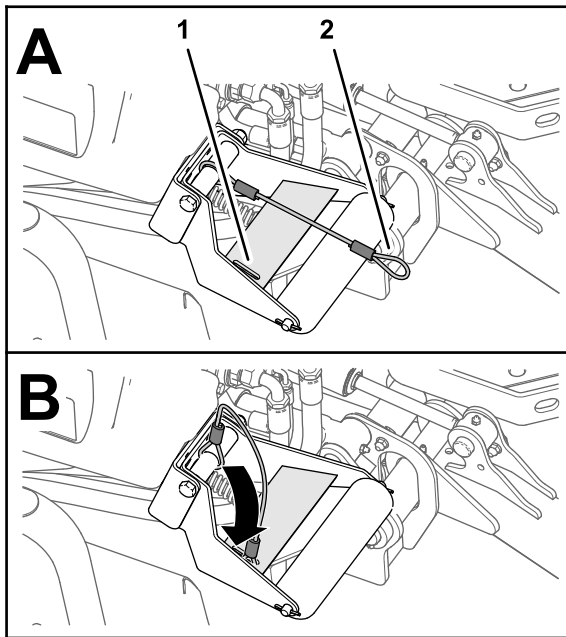

Figure 67
4. Les unités de coupe étant abaissées, enfilez la boucle du cordon dans la fente de la plaque de renfort du support de rouleau (Figure 67).